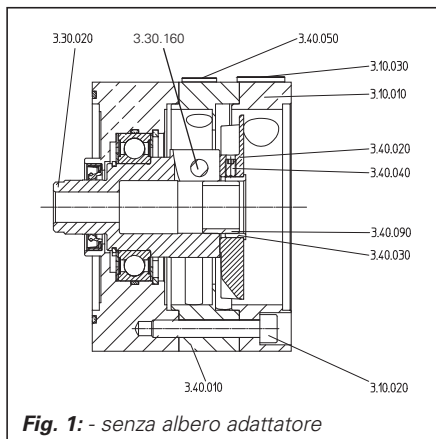

Fig. 1: - senza albero adattatore
2.1 Montaggio ventola per riduttore senza albero adattatore (fig. 1)